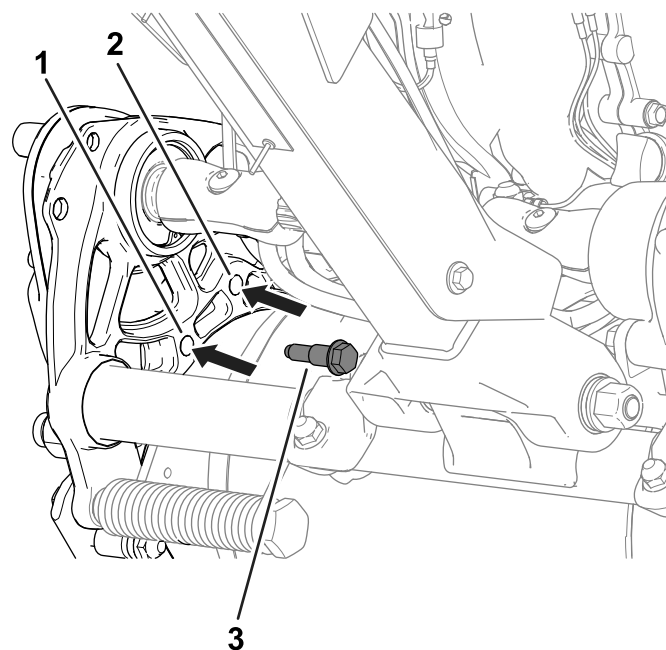

Figure 16
4. Fixez le carter d'entraînement au châssis avec les boulons à épaulement retirés précédemment (Figure 16).
2. De chaque côté de la machine, retirez les boulons à épaulement (Figure 16) qui fixent le carter d'entraînement du tambour au châssis.